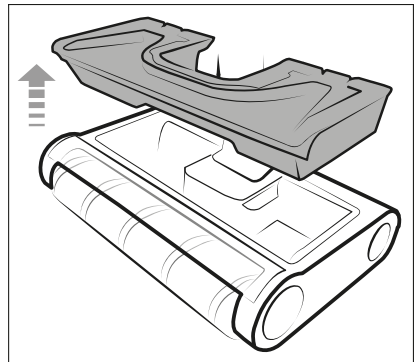

Abb. 10
- 3) Nehmen Sie den Schmutzwassertank **13** aus dem Wischkopf **7** (siehe Abb. 10).